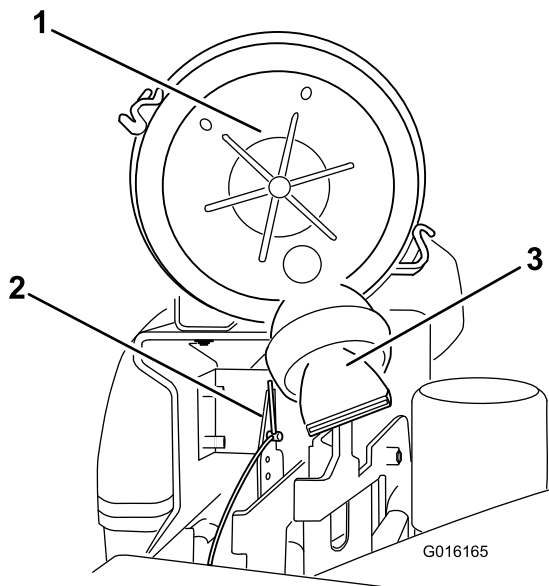

Figura 50
- Coloque la tapa del limpiador de aire de manera que la válvula de alivio no interfiera con el mecanismo del acelerador (Figura 50).